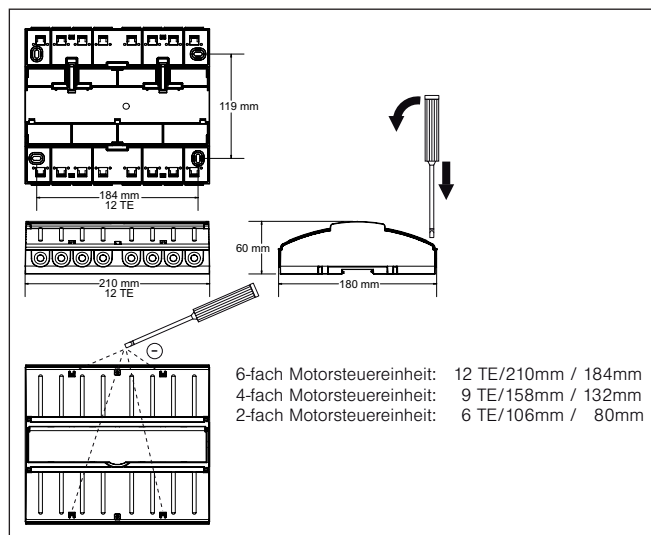

Abb. 2 AP-Gehäuse MSE Inside 2, 4, 6
- AP: Führen Sie einen Schlitzschraubendreher (Empfehlung: Klinge 3,0 - 4,0mm) in die jeweilige Deckelöffnung ein (Abb. 2) und hebeln Sie den Klappdeckel vorsichtig auf. Wiederholen Sie den Vorgang für die zweite Öffnung des Deckels. Wenn beide Verastungen gelöst sind, lässt sich der Deckel aufklappen. Den zweiten Deckel können Sie auf die gleiche Weise öffnen. Alternativ kann die AP-Variante auch auf einer Hutschiene (TH 35-15 nach EN 60715: 2001) montiert werden. Für den Einsatz in Feuchträumen ist das Gerät nicht geeignet.
Abmessungen in mm	siehe Abb. 2,3,4,5